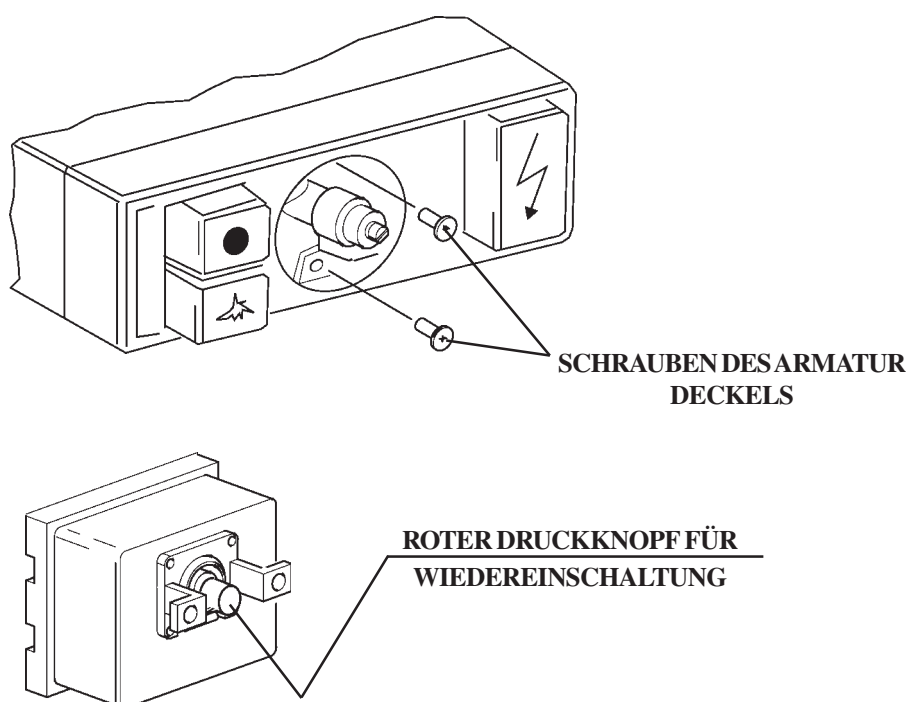

Abb. 11
G) Sicherheitsthermostat (Abb. 11)
Die Friteusen sind mit einem Sicherheitsthermostat (Abb. 11) ausgerüstet, der im Falle einer Ölüberhitzung angesprochen wird. In diesem Fall muß der Thermostat (Abb. 11) zur Wiedereinschaltung des Gerätes wieder rückgestellt werden. Dieser Vorgang darf nur durch eine Fachkraft durchgeführt werden, durch die auch die Ursache der Thermostatauslösung festgestellt werden muß.